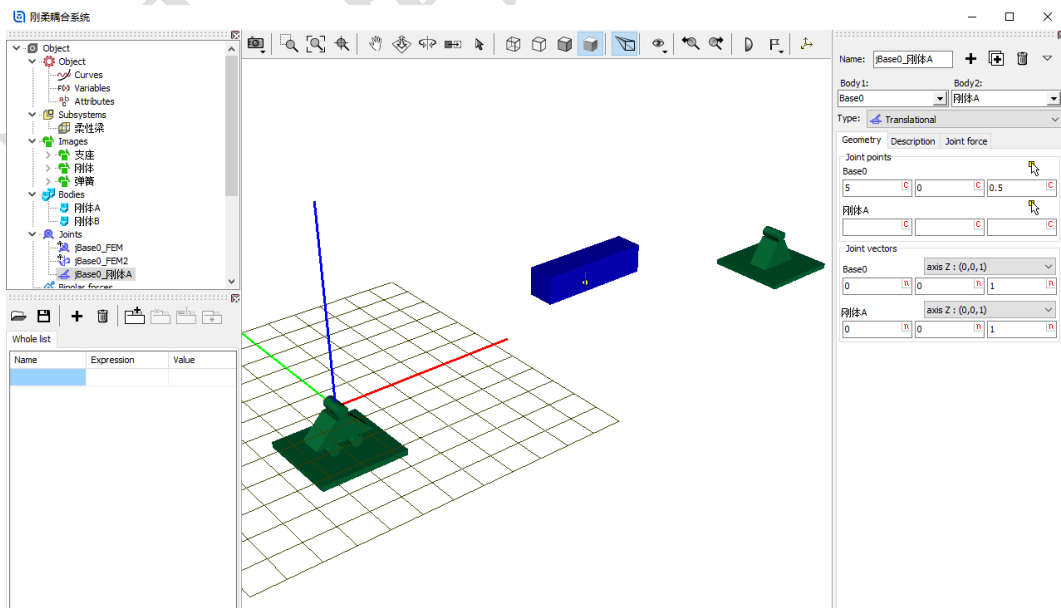

图 2-110
- 9) 创建第三个铰，**Body1** 选择 **Base0**，**Body2** 选择**刚体 A**，**Type** 为 **Translational**，**Body1** 的铰点坐标 **(5, 0, 0.5)**，**Body2** 的铰点坐标为**刚体 A** 局部坐标系的**原点**，定义**刚体 A** 相对总体坐标系有沿 **Z** 轴平动的自由度，如图 2-110。